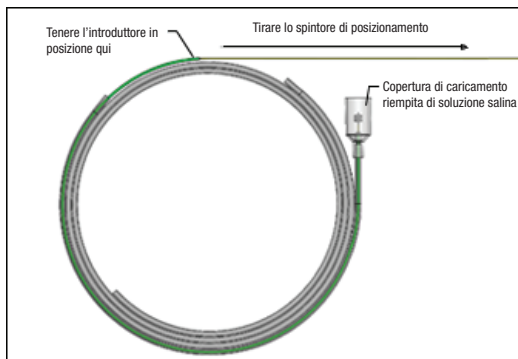

Figura 5 – Tirare lo spintore di posizionamento in direzione prossimale per ritirare l'impianto
16. Con una mano che sostiene l'introduttore verde, afferrare lo spintore di posizionamento e tirare delicatamente prossimalmente per iniziare il ritiro dell'impianto, vedere Figura 5.